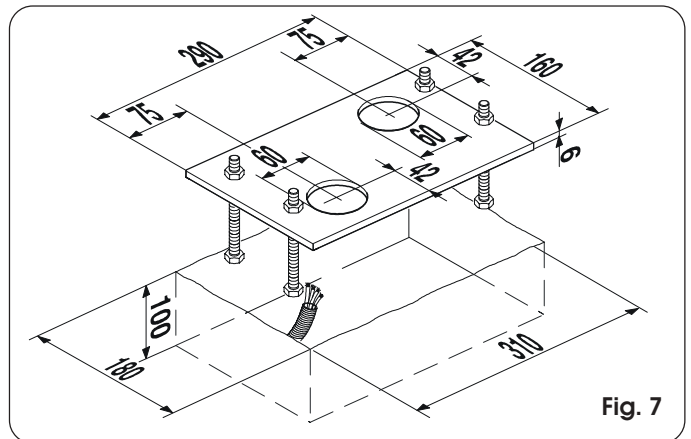

Fig. 7
- 3) Maak een funderingsplint zoals op fig. 7 en metsel de funderingsplaat in, waarbij één of meer kabelmantels voor het doortrekken van de elektriciteitskabels voorziet. Controleer met een waterpas of de plaat perfect horizontaal is. Wacht tot het cement is uitgehard.